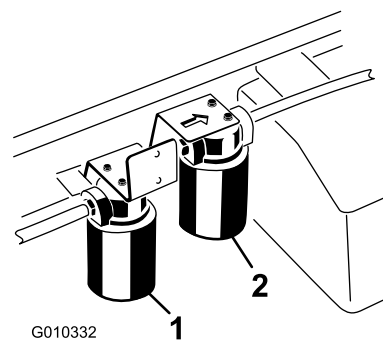

Рисунок 68
3. Поместите поддон под фильтр, а затем снимите фильтр (Рисунок 68).
1. Очистите зону вокруг места крепления фильтра повышенной пропускной способности (**Рисунок 68**).